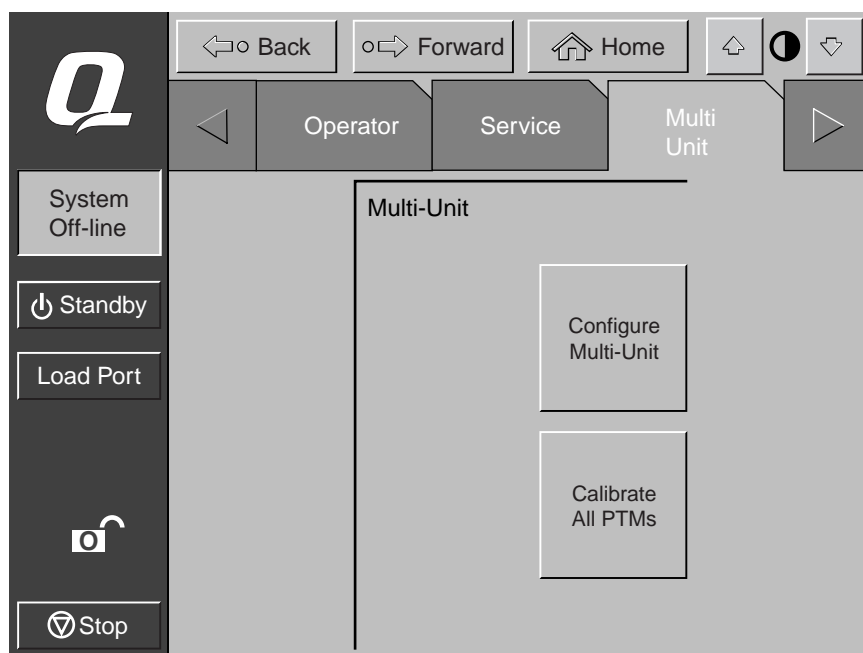

Figure 3-3. Écran Multi-Unit (multibrainie)
2. Sélectionnez l'onglet Multi-Unit (MUSL) (multibrainie) (voir la Figure 3-3).